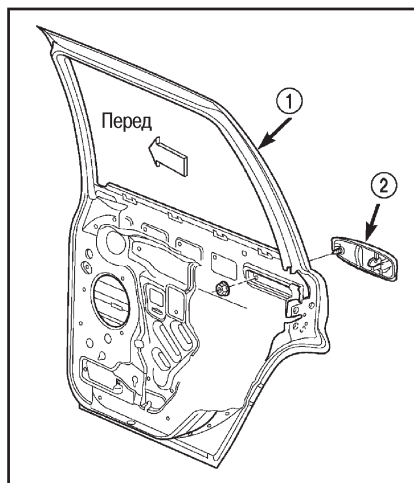

Рис. 40 Наружная ручка задней боковой двери
5. Открутите винты и гайки, крепящие наружную ручку к двери (рис. 40).